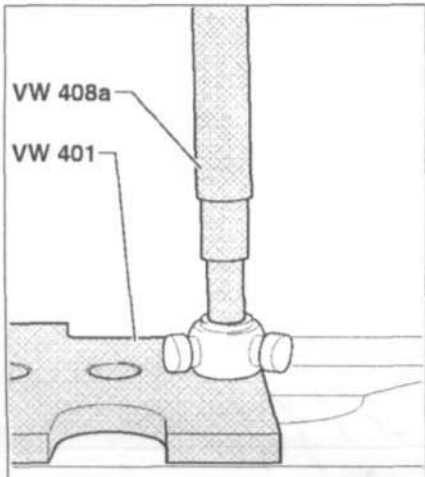

Рис. 9.30. Придерживая полуось, выпрессуйте трехшиповик с вала.
9. Придерживая полуось, выпрессуйте трехшиповик с вала (рис. 9.30).